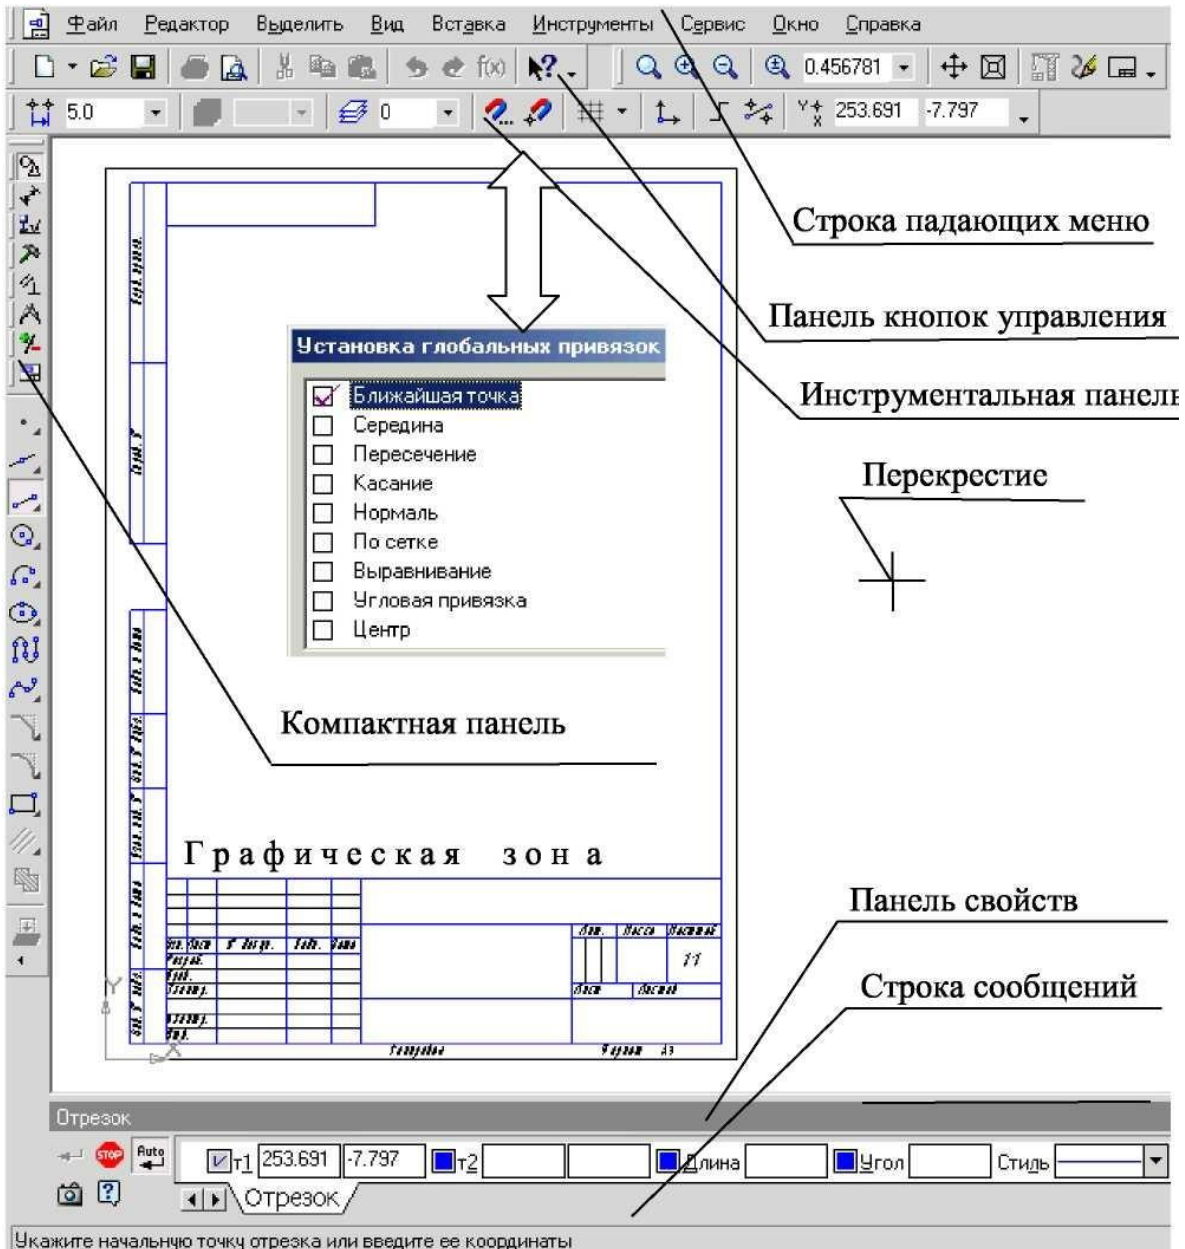

Рис. 1.6. - Рабочее окно при вызове документа **Чертеж**
1. **Чертеж** - основной тип графического документа в системе КОМПАС. Чертеж содержит графическое изображение изделия в одном или нескольких видах, основную надпись, рамку и всегда содержит один лист заданного пользователем формата (рис. 1.6). Файл чертежа имеет расширение **.cdw**.